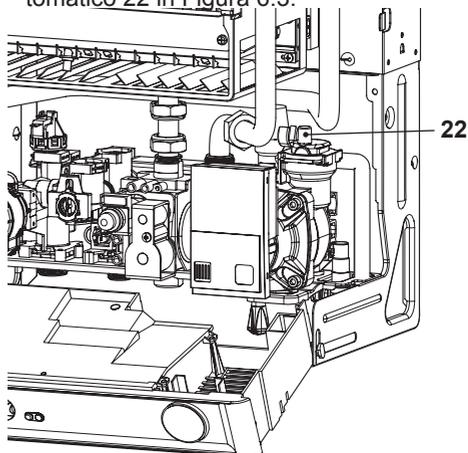

Figura 6.3
- Allentare il tappo della valvola di sfianto automatico 22 in Figura 6.3.